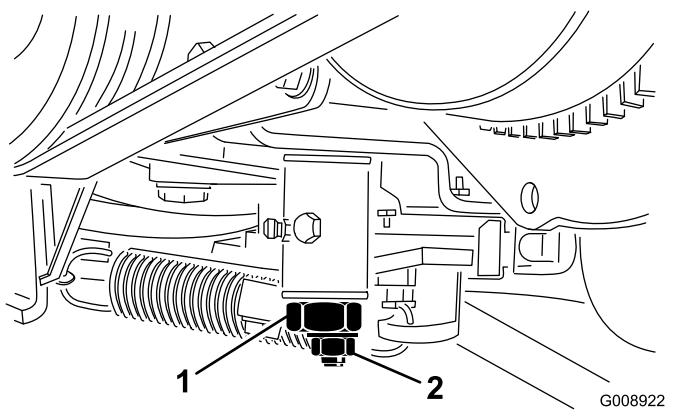

Figura 54
4. Desaperte a porca de bloqueio no excêntrico de tração (Figura 54).